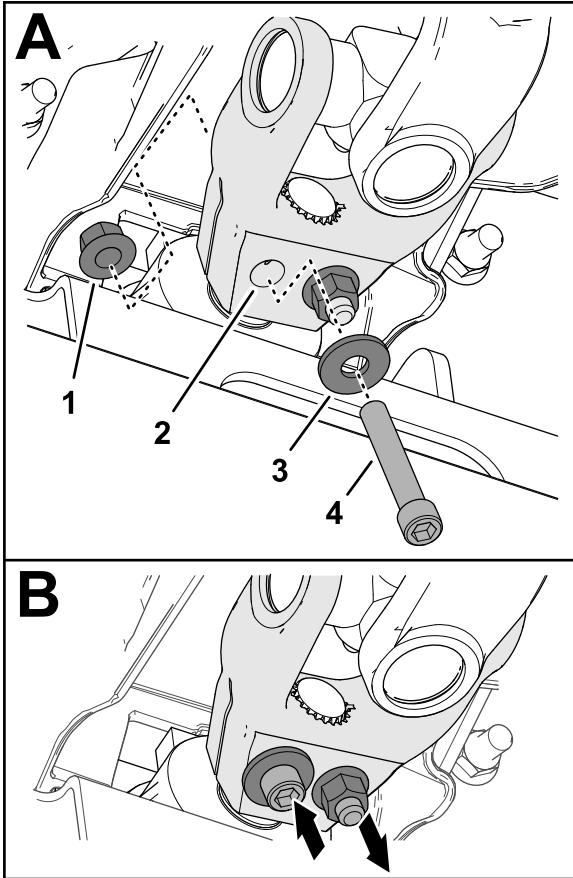

Figura 16
- Monte un tornillo de caperuza de cabeza allen ( $\frac{3}{8}$ " x  $2\frac{1}{4}$ ") a través de una arandela ( $\frac{3}{8}$ ") y del taladro en la horquilla del árbol de transmisión (Figura 16) y fije el tornillo de caperuza con una contratuerca con arandela prensada ( $\frac{3}{8}$ ").
- Monte un tornillo de caperuza de cabeza allen ( $\frac{3}{8}$ " x  $2\frac{1}{4}$ ") a través de una arandela ( $\frac{3}{8}$ ") y del taladro en la horquilla del árbol de transmisión desde la dirección opuesta (Figura 16) y fije el tornillo de caperuza con una contratuerca con arandela prensada ( $\frac{3}{8}$ ").